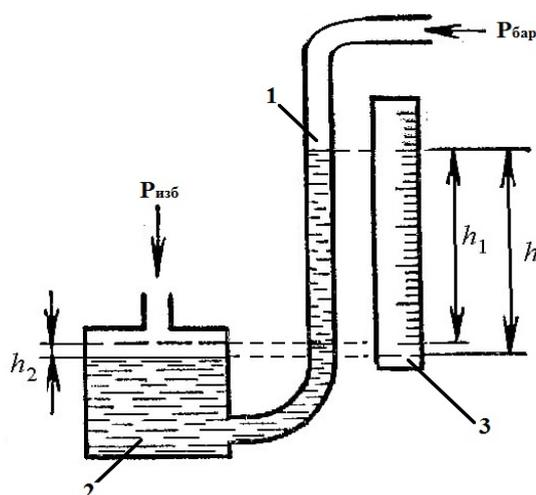

Рис. 20. Однотрубные чашечные манометры:
2. Однотрубные чашечные (рис. 20);